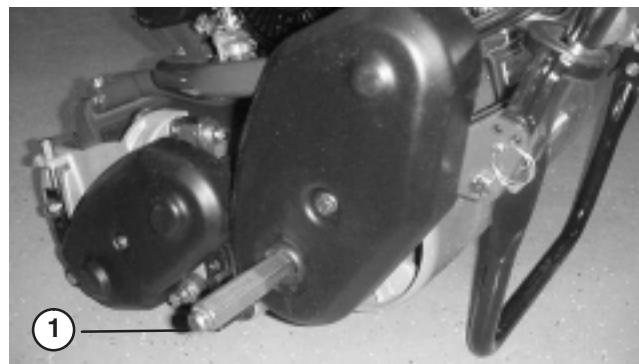

Bild 6
2. Schmieren Sie Schmierstoff auf die freigelegten Enden der Achse und schieben Sie das Rad auf die Achse (Bild 6).